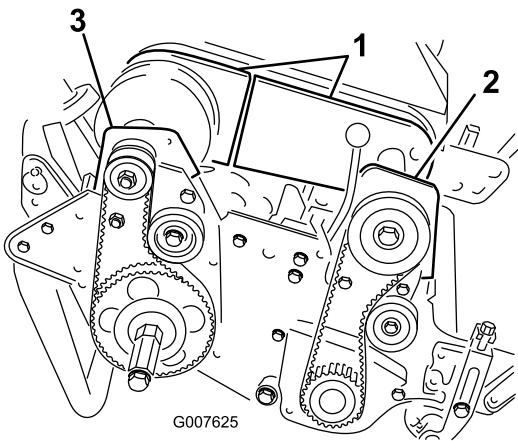

Figure 42
- Retirez les vis de fixation des sections avant et arrière du couvercle du différentiel sur le boîtier du différentiel et enlevez les sections pour exposer la courroie (Figure 42).
6. Retirez les 2 boulons et contre-écrous de fixation du carter d'embrayage avant à la plaque latérale (Figure 42).
8. Retirez les 2 boulons et contre-écrous de fixation du logement de roulement arrière droit à la plaque latérale (Figure 42).